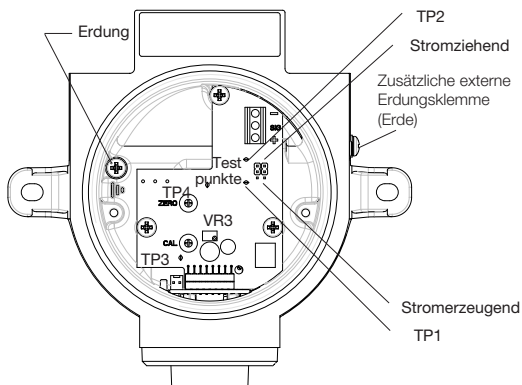

Abbildung 14: **Xgard** Typ 6, FBG-Anordnung (Abbildung mit abgenommener FBG-Deckel).
Alle Anschlüsse werden über die Klemmschrauben an der FBG im Anschlusskasten vorgenommen. Die Anschlusspunkte sind mit '+', 'sig' und '-' gekennzeichnet, und beim Anschluss des Detektors an eine Kontrolleinheit ist auf die korrekte Polarität zu achten. **Xgard Typ 6** ist ab Werk als stromziehendes Gerät ausgelegt, sofern bei der Bestellung nicht anderweitig angegeben. Um das Gerät auf stromerzeugend umzustellen, Anschlusskasten öffnen und die beiden Steckverbindungen an der Verstärker-FBG von "stromziehend" auf "stromführend" umstellen, wie in Abbildung 14 dargestellt.
Hinweis: Das interne Erdungsterminal (siehe Abbildung 14) soll als Erdungsmittel für den **Xgard**-Gasdetektor verwendet werden. Das externe Erdungsterminal (siehe Abbildung 14) ist nur ein zusätzlicher Verbindungsanschluss, und ist nur dort zu verwenden, wo die örtlichen Behörden eine solche Verbindung erlauben bzw. vorschreiben. Um die Radiofrequenz-Schnittstelle zu beschränken, sollten der Anschlusskasten und die Kabelbewehrung an der Kontrolleinheit geerdet werden. Es ist dafür Sorge zu tragen, dass die Erdableitung nur in einem sicheren Bereich vorgenommen wird, um Erdfehlerschleifen zu vermeiden.
5. Bevor mit der Kalibrierung des Detektors begonnen werden kann, muss der thermische Leitfähigkeitssensor abgeglichen werden. Hierzu Deckel der FBG entfernen und digitales Voltmeter (DVM) an die mit 'TP3' und 'TP4' markierten Testpunkte an der Verstärker-FBG anschließen, wie in Abbildung 14 dargestellt. Das DVM ist auf den Gleichstrom-mV-Bereich einzustellen.
6. DVM erneut an die mit 'TP1' und 'TP2' gekennzeichneten Testpunkten an der Verstärker-FBG anschließen, wie in Abbildung 14 dargestellt.